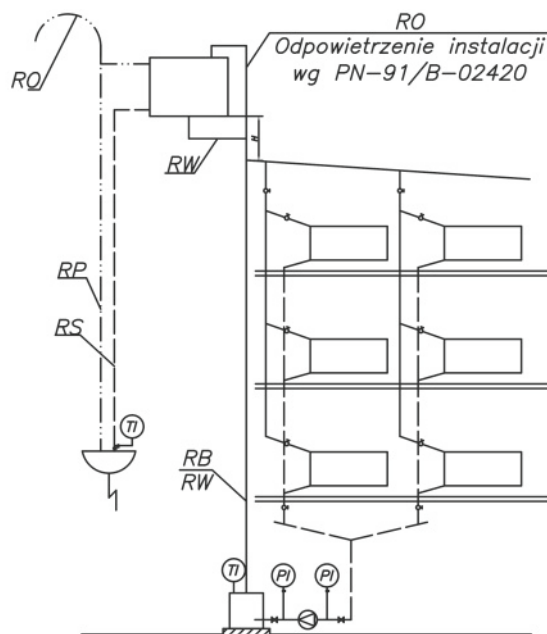

Рис.6. Примерная схема защиты водной системы центрального отопления, состоящей из одного котла или теплообменник, верхняя часть, насос установлен на возврате
- 4) подключить трубы системы безопасности в соответствии с польской нормой (рис. 6),
Примерная схема защиты котла представлена на рис. 6